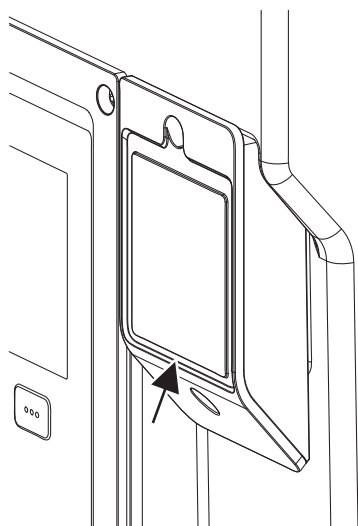

Fig. 28: Capac pentru modulul Wilo-Smart Connect BT
| Capac pentru modulul Wilo-Smart Connect BT | Fig. 28                           | Hexagonal interior/M3x10   | 0,6   |                     |
1. Slăbiți șurubul capacului modului Wilo-Smart Connect (Fig. 28) și deschideți capacul.
Datorită tipului său constructiv, modulul Wilo-Smart Connect BT poate fi atașat doar într-o singură direcție. Nu există nicio fixare suplimentară a modului în sine. Capacul modului Wilo-Smart Connect (Fig. 28) de pe partea superioară a modului electronic ține modulul ferm în interfață.